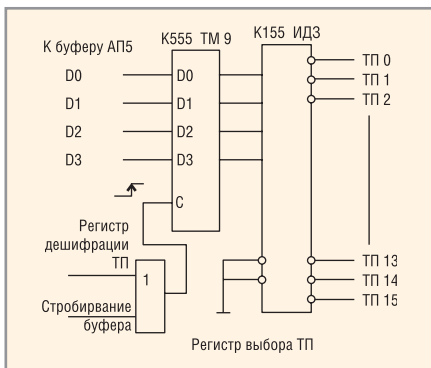

Рис. 6. Блок ДП: узел выбора линии
- регистров выбора объекта – одна плата на 16 объектов (см. рис. 6);